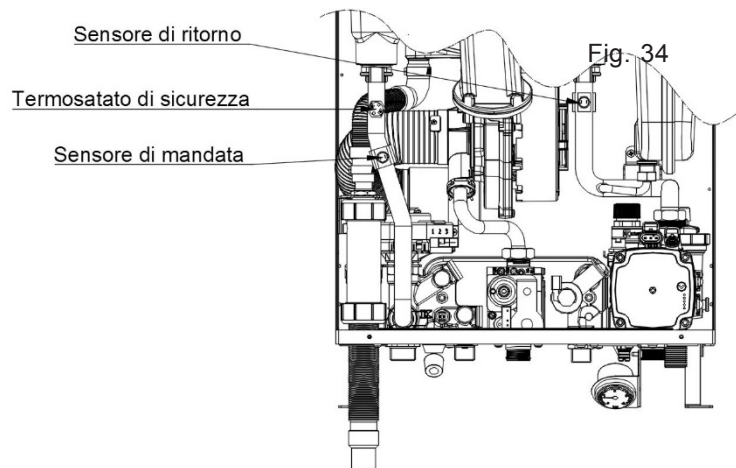

Fig. 35
7.13 SOSTITUZIONE SENSORI RISCALDAMENTO (Fig. 35)
7.14 SOSTITUZIONE TERMOSTATO LIMITE (Fig. 35)